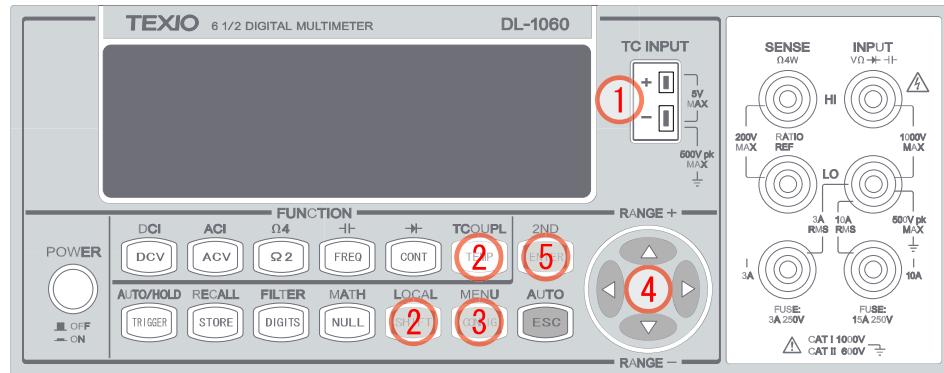

図 3-13
- ① 热電対のタイプを正しく設定します。
- ② TCOUPL(SHIFT + TEMP)ボタンを押して、热電対測定を選択します。
- ③ CONFIG ボタンを押して、 $\triangle\cdot\triangledown$ ボタンで “VIEW REAL” を選択し ENTER ボタンを押し、現在の基準温度が表示されるか確認します。
- ④ ESC ボタンを押して選択モードを移動します。
- ⑤ $\triangle\cdot\triangledown$ ボタンで “RJUNCTION” を選択し ENTER ボタンを押し、“REAL” を選択し ENTER ボタンを押すと REAL 測定モードとなります。
- これらの操作は図 3-13 に示します。